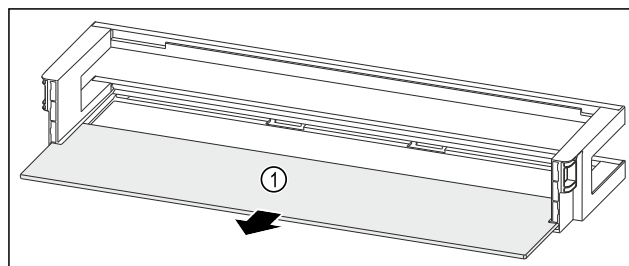

Fig. 221 Дверная полка со съемной полкой
► Извлеките съемную полку Fig. 221 (1).